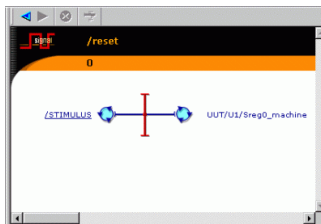

Рисунок 2.35 - Вікно Data Flow. Напрямок розповсюдження сигналу RESET
- 2.2.7.3 Клацніть на сигналі **reset**. У вікні **Data Flow** буде показаний напрям розповсюдження сигналу **reset** (рис.2.35). Сигнал **reset** з процесу **Stimulus** поступає на вхід графа переходів керуючого автомата, описаного у файлі **control.asf**.